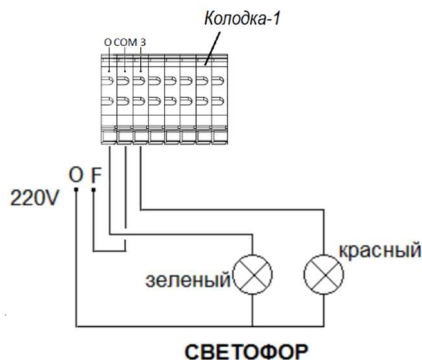

Рисунок 10
Светофор подключается через Колодку 1, (см. Рисунок 10) вход светофора «зеленый», «красный» к клеммам 1 и 3 соответственно, фаза ~220в (или +12в/24в) к клемме 2 или 4. Ноль (N) или земля (GND) подключаются напрямую к светофору, минуя колодку. Управление осуществляется нормально разомкнутыми реле 1А 220в (2А 24в).
Отвести стрелу в сторону (см. Рисунок 10)